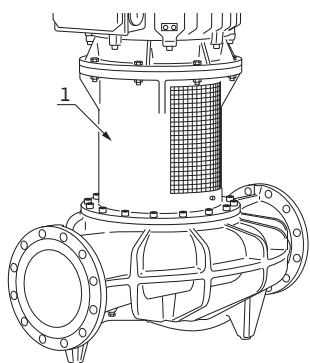

Fig. 36: Disposizione della targhetta dati della pompa
La Fig. 36, pos. 1 indica la disposizione della targhetta dati della pompa.